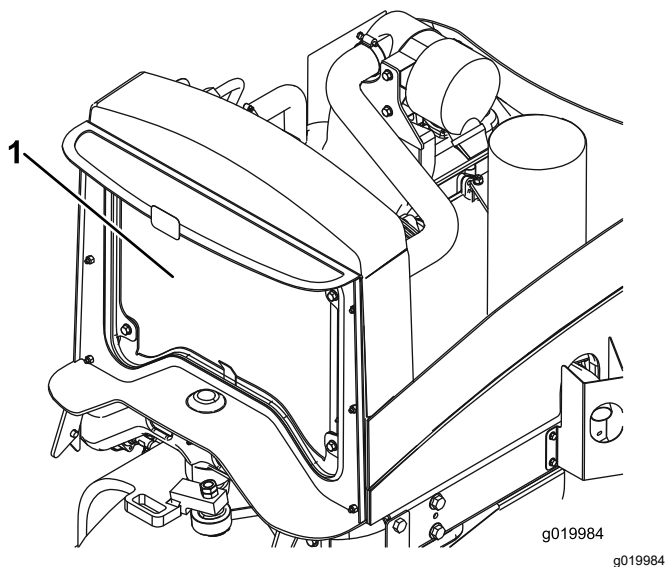

Figura 61
2. Limpe ambos os lados do radiador com ar comprimido (Figura 61).